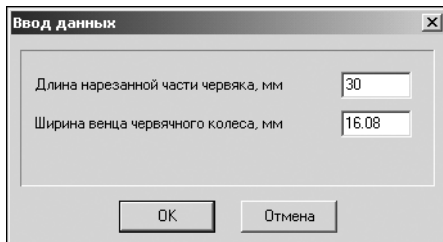

Рис. 12.6.
4. Раскроется окно, в котором нужно задать *Длину нарезанной части червяка* и *Ширину венца червячного колеса* (рис.12.6).